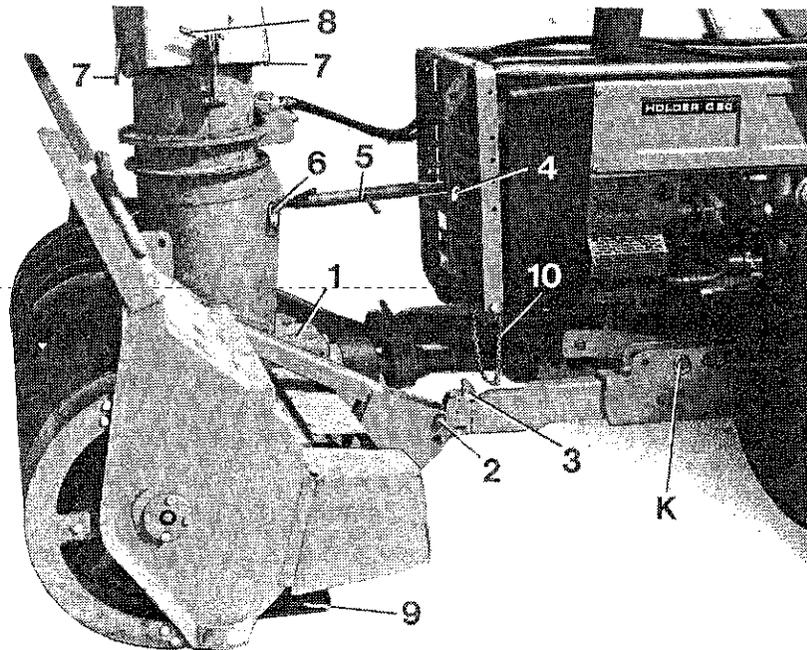

Abb. 50
1. Getriebe (1 Abb. 50) muß in der verstellbaren Getriebebefestigung oben befestigt werden (siehe Abb. 50).
2. Steckbolzen (2 Abb. 50) an der Stelle, wie Abb. 50 zeigt, mit Kugelhülsen von Schnellkuppler abstecken.
Fronthydraulik über Betätigungshebel ablassen, Schlepper an die Anlenkpunkte heranzufahren, Fronthydraulik anheben bis Schnellkuppler (3 Abb. 50) einrasten.
Oberlenker lang (5 Abb. 50) am Frontschutz in unterste Bohrung (4 Abb. 50) und an Schneefräse an der oberen Bohrung (6 Abb. 50) abstecken. Gelenkwelle schlepperseitig montieren, dazu Schneefräse ausheben. Haltekette von Gelenkwelle um untere Frontschutzbefestigung legen und sichern (10 Abb. 50). Hydraulikschläuche für Kaminschwengung an vorhandene Steckkupplung oberhalb Motorhaube anschließen.
Hinweis: Anstelle des normalen Auswurfkamin kann ein Schneeverladekamin montiert werden. Dazu muß Stecker (8 Abb. 50) und Schraube (7 Abb. 50) beidseitig entfernt werden. Auswurfkamin gegen Verladekamin austauschen. Hydraulikschläuche für Auswurfklappe an den vorhandenen Steckkupplungen montieren. Vorausgesetzt ist, der Schlepper ist mit 4 Zusatzsteckkupplungen nach vorn ausgerüstet.
- Schneefräse mittels Fronthubhydraulik in gewünschte Arbeitshöhe bringen und Gleitschuhe (9 Abb. 50) in dieser Stellung fixieren.